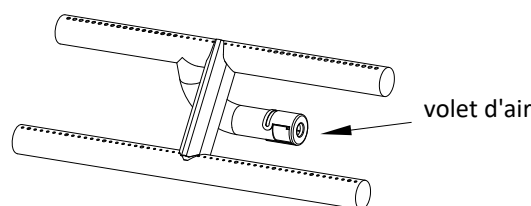

Figure 12.3 - Venturis du brûleur
2. Desserrez la prise de pression du collecteur (OUT) en tournant la vis dans le sens inverse des aiguilles d'une montre. Voir (B) dans la FIGURE 12.3.
7. Fixez le manomètre au robinet de pression du collecteur (B) pour vérifier qu'il est complètement étanche. Le manomètre ne doit indiquer aucune pression lorsque la veilleuse et le brûleur sont allumés.